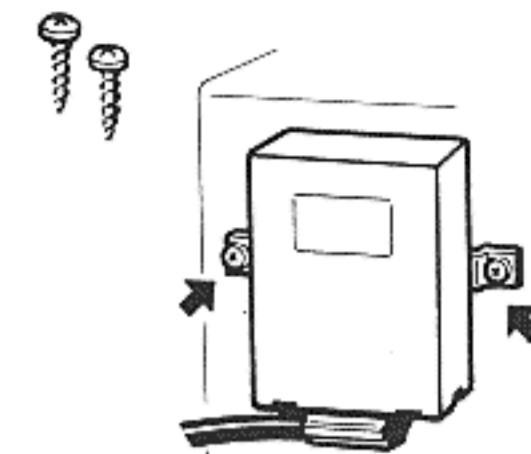

Bild 31
8. Montage des elektronischen Reglers. Der elektronische Regler muß an einer wassergeschützten Stelle untergebracht werden. Der Regler wird im Fahrgastraum unter der Armaturentafel mit Blechschrauben oder Kabelbinder so montiert, daß die Steckerplatte zumindest leicht nach unten zeigt (Bild 31, 32).